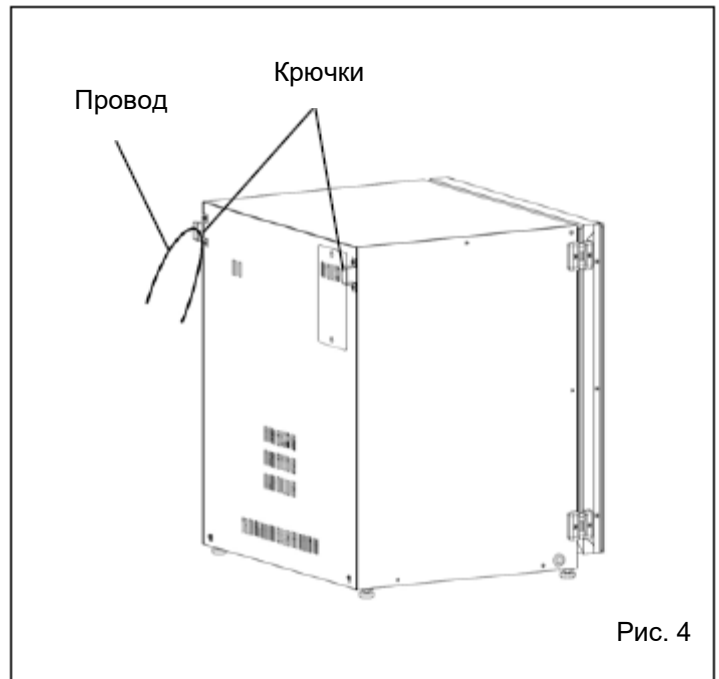

Рис. 4
**Примечание:** К задней верхней части инкубатора прикреплены два крючка. При установке двух инкубаторов один на другой прикрепите верхний инкубатор к стене с помощью этих крючков и провода или цепи (Рис. 4).